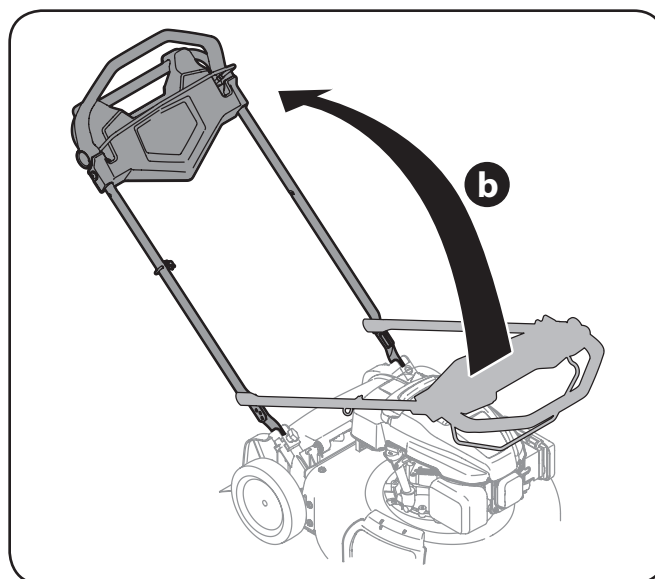

Figure 3-2
- b. Stabilisez la tondeuse et faites ensuite pivoter la poignée supérieure vers le haut. Voir Figure 3-2. Faites attention à ne pas pincer les câbles lorsque vous déployez la poignée. Les câbles doivent être acheminés sur le côté extérieur de la poignée.